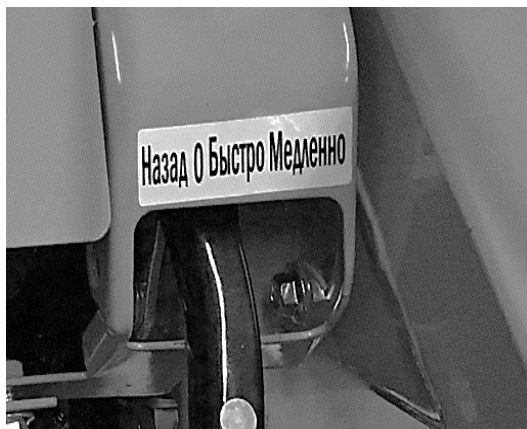

Рис.12
1. Убедитесь, что рычаг переключения передач находится в положении «0». (см. рис. 12)